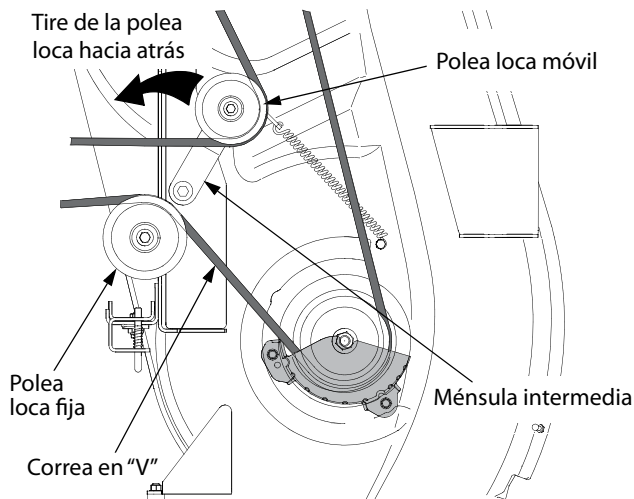

Figura 7-3
suficiente que permita levantar la correa hacia arriba, por encima de la polea loca. Vea la Figura 7-3.
- Oriente el lado trasero de la correa alrededor de la polea loca fija de la plataforma. Vea la Figura 7-3.
- Desde la parte media del tractor, haga girar el soporte de la polea loca/polea móvil hacia atrás contra la tensión del resorte y deslice la parte trasera de la correa en la polea loca móvil. Vea la Figura 7-3.
- Asegúrese de que la correa esté en las poleas del husillo de la plataforma y que el lado trasero de la correa esté contra las poleas locas fija y móvil. Vea la Figura 7-3.